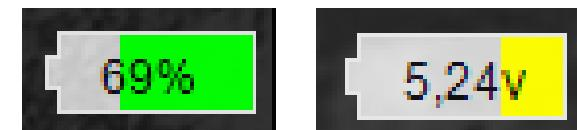

Рисунок 4 – Индикатор заряда батареи
- Индикатор заряда батареи** – индикатор, показывающий информацию об оставшемся заряде батареи (см. рис. 4), в процентах или вольтах (в зависимости от типа элемента питания, см. п. 6.4.4);